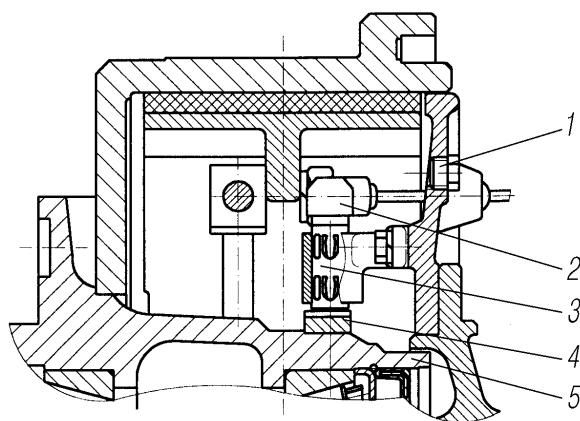

Рис. 21. Механизм тормозной колесный:
**Колесный тормозной механизм.** Тормозные механизмы передних и задних колес имеют индуктивные датчики 2 (рис. 21). Вращение колеса контролируется при помощи импульсного зубчатого кольца 4, движущегося совместно со ступицей. Кольцо напрессовано на ступицу 5. Перед установкой тормозного барабана необходимо утопить (от центра) индуктивный датчик 2 для исключения его повреждения.